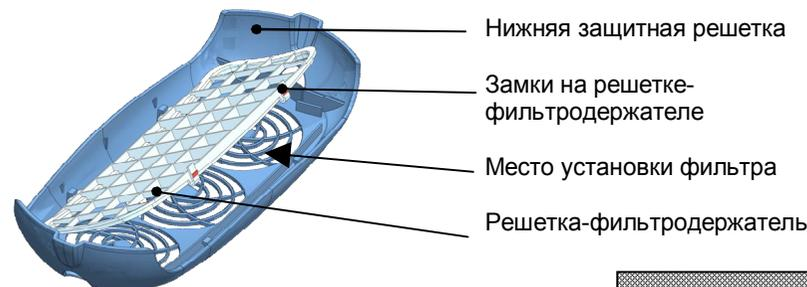

Рис.6
- Установить новый фильтр, закрепив его решеткой-фильтродержателем на нижней защитной решетке рециркулятора (рис.6).
- Снять **решетку – фильтродержатель**, одновременно нажав по направлению к центру решетки на замки, расположенные на **решетке - фильтродержателе** (рис.6), и вынуть использованный фильтр, соблюдая правила обращения с инфицированными материалами.